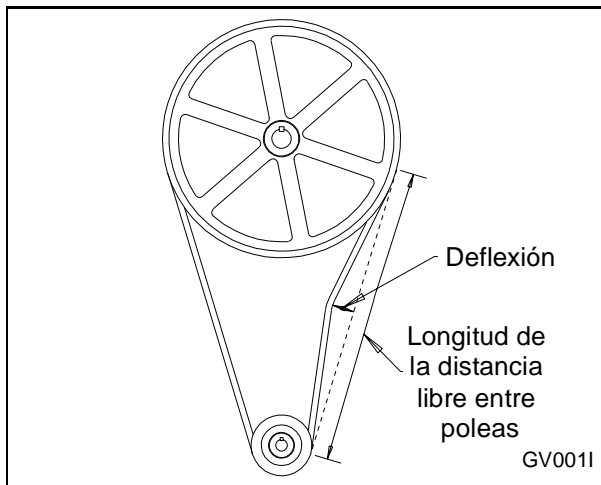

Figura 17
- **Deflexión.** Vea la Figura 17. Afloje los pernos de montaje del motor y deslice el motor a lo largo de la placa del motor para cambiar la longitud que debe extenderse la correa. Las mediciones de la tensión de la correa deben tomarse lo más cerca posible del centro de la distancia libre entre las poleas de la correa. Por cada pulgada de distancia libre entre las poleas, la correa debe flexionarse 0,40 mm (1/64 de pulgada). De aquí que una correa con una distancia libre entre poleas de 50 pulgadas debe flexionarse 25/32 de mm (50/64 de pulgada). Se debe usar una fuerza inicial de 5,25 libras para establecer la tensión de la correa. Una fuerza de trabajo (normal) de 3,5 libras debe usarse una vez que la lavadora extractora haya sido usada durante varias horas.